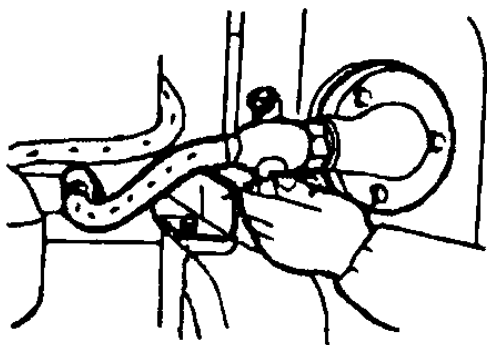

Рис. 7. Открытие топливного бака
- Открыть кран топливного бака (Рис. 7).